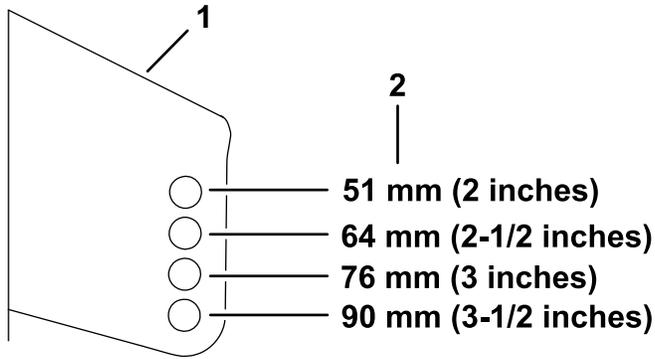

Figura 28
5. Coloque los rodillos en una de las posiciones ilustradas en la Figura 28.